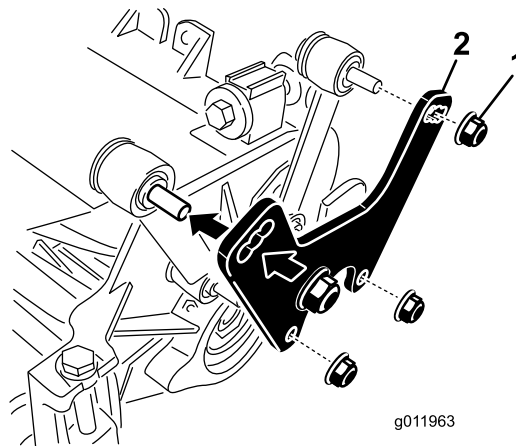

Рисунок 10
1. Снимите гайки и шайбы крепления подъемных звеньев к боковой пластине режущего блока и несущей раме (Рисунок 10).